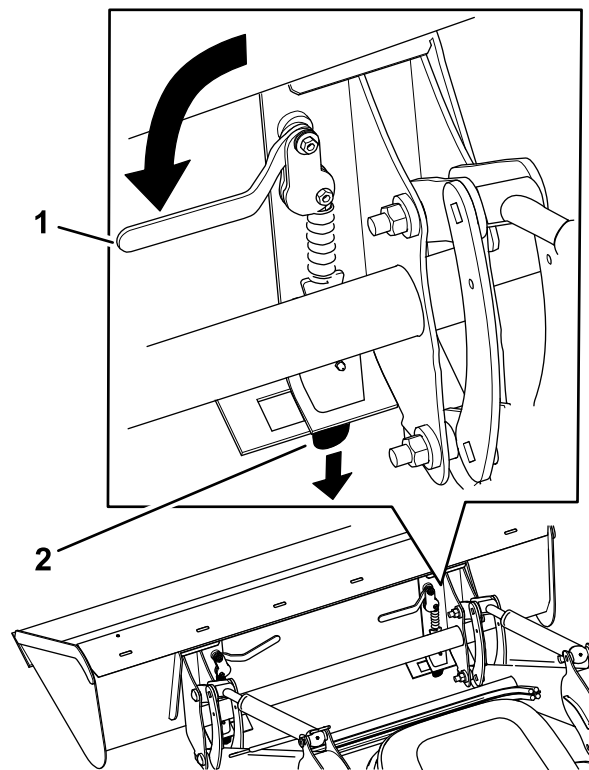

Figura 56
8. Ruotate in dentro le leve ad attacco rapido, assicurandovi che i perni ad attacco rapido siano completamente in sede attraverso la piastra di appoggio (Figura 56).